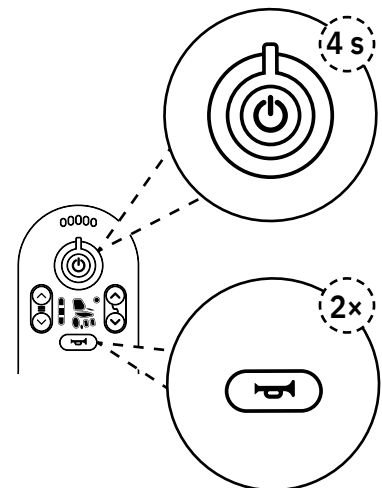

Abb. 5.9. Tastensperre auf der LiNX REM211.
2. Um die Tastensperre zu deaktivieren, betätigen Sie den Hauptschalter und warten Sie, bis die grüne, gelbe und rote LED blinken. Drücken Sie dann innerhalb von 10 Sekunden zweimal die Hupentaste, siehe Abb. 5.9. Die Bedieneinheit schaltet sich ein.